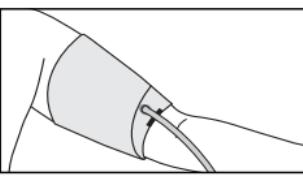

Рис. 11
- Если рука полная и имеет выраженную конусность, то рекомендуется надевать манжету по спирали (рис. 11).